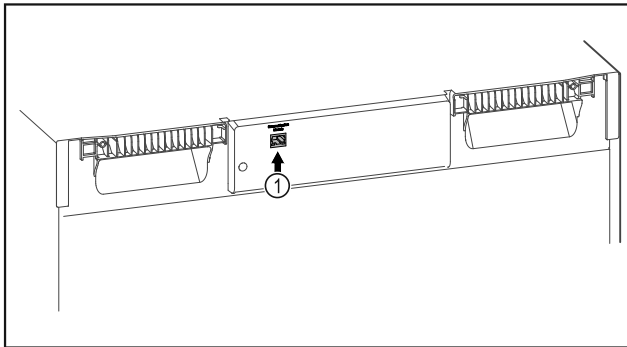

Fig. 105
- SmartModule Fig. 105 (1) se rabi.